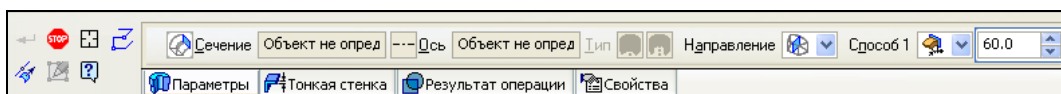

Рис. 4.30. Панель свойств элемента вращения на вкладке **Параметры**
Вызовите команду **Операция вращения** . Если в качестве сечения используется эскиз, имеющий ось, то он выбирается автоматически. В данном случае оси нет и в Строке сообщений рекомендация: *Укажите объект*. На Панели свойств Элемента вращения четыре вкладки: **Параметры**, **Тонкая стенка**, **Результат операции** и **Свойства**. Элементы управления вкладки **Параметры** (рис. 4.30) рассмотрены в табл. 4.5, элементы управления вкладок **Тонкая стенка**, **Результат операции** и **Свойства** точно такие же, как при операции выдавливания.
- ◆ из Панели специального управления Панели свойств (см. рис. 4.30) при выполнении операции *выдавливания* или *вращения*;